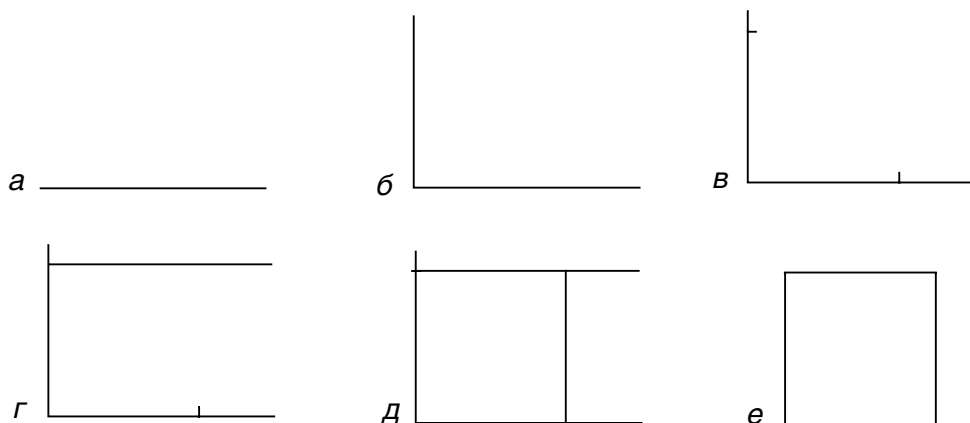

Рис. 17. Построение квадрата:
1. Провести с помощью линейки или чертёжного угольника базовую линию (рис. 17, *а*).
2. Построить с помощью чертёжного угольника прямой угол — провести вертикальную линию слева (рис. 17, *б*).
3. Отложить на обеих линиях размер 75 мм (рис. 17, в).
4. Провести с помощью чертёжного угольника горизонтальную линию вверху (рис. 17, г).
5. Провести с помощью чертёжного угольника вертикальную линию справа (рис. 17, д).
6. Стереть лишние части линий (рис. 17, е).